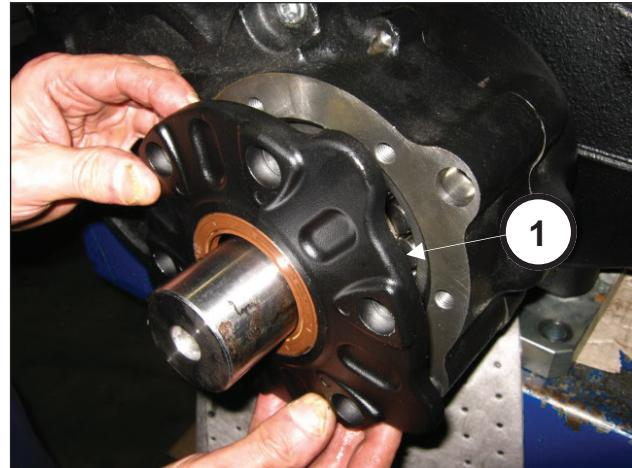

Fig. 80
Inserire il coperchio pignone in sede (pos. ①, Fig. 80).